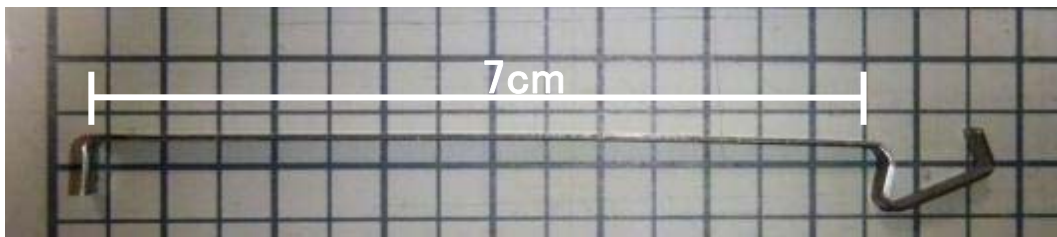

図 3 上：板バネの形状
- ・上から 15mm のところに幅 3mm のスリットを明け、板バネ（図 3）を付ける